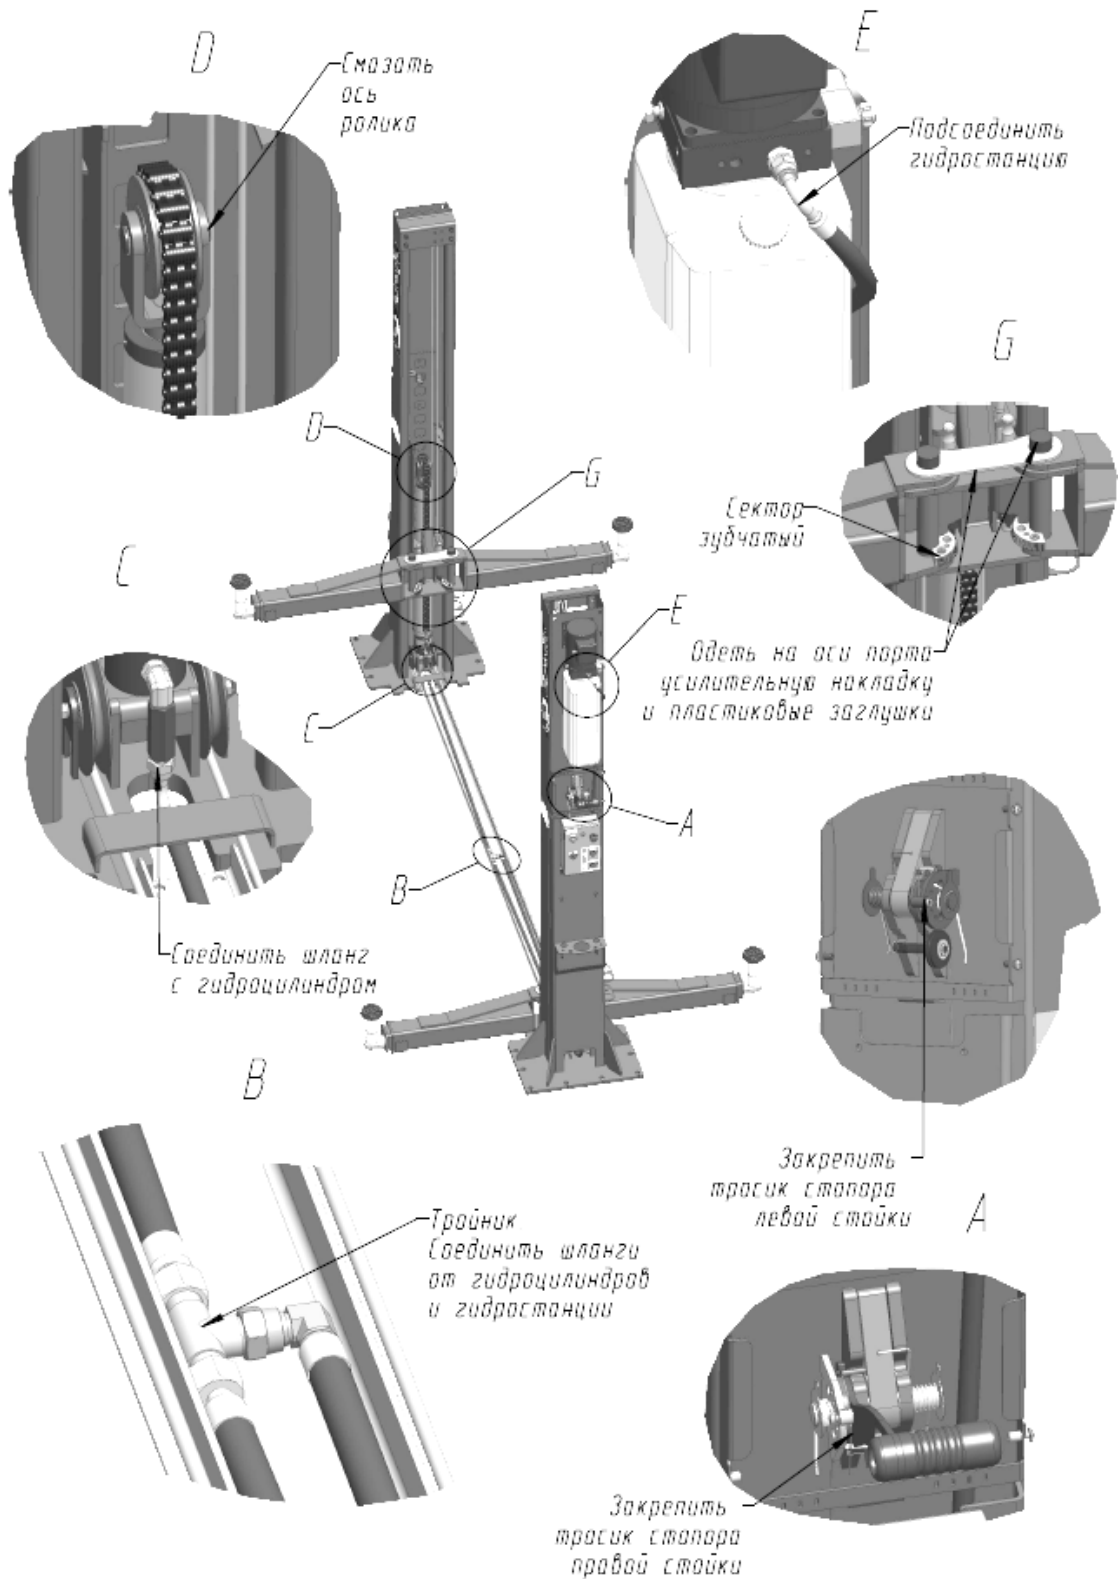

Рисунок 4 - Соединение рукавов высокого давления, точки смазки и крепление тросика стопорения.
6.5 Установить тросик системы стопорения (см. Рисунок 4). Для этого снять кожура правой и левой стойки. Тросик системы стопорения зафиксировать на барабане правой стойки (см. Рисунок 4, вид А). Другой конец тросика протянуть к барабану левой стойки – вниз, затем горизонтально с использованием отклоняющих блоков и вверх (перед барабаном левой стойки закреплен еще один отклоняющий блок). Выбрать слабинку тросика и зафиксировать его на барабане левой стойки.
6.13 Установить шайбы оси порта каретки 40,5x0,8. Затем установить подхваты на вваренные в каретки оси и зафиксировать, закрепив на нижней вилке подхвата зубчатые секторы. Убедиться, что подхваты опираются на шайбы оси. На оси портов кареток надеть усилительные накладки и заглушки оси порта каретки (пластик) (см. Рисунок 4). Эксплуатация подъемника без установки секторов и накладок не допускается.